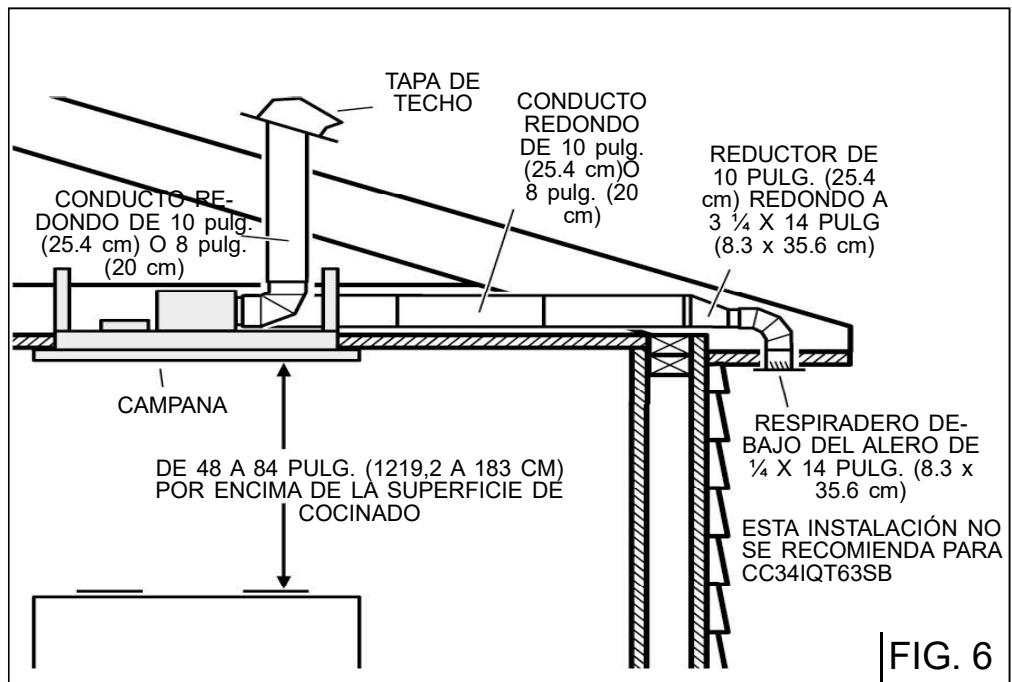

FIG. 6
1. Decida dónde instalará el conducto entre la campana y el exterior. Fig. 6.
La campana siempre debe centrarse arriba de la estufa. Asegúrese de tener el espacio adecuado en la estructura del techo para instalar la campana y los conductos. La campana debe montarse de 48 a 84 pulg. (120 a 180 cm) por arriba de la estufa para extraer mejor las impurezas al cocinar. Fig.6.